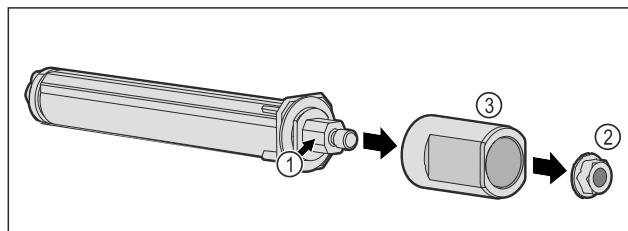

Fig. 54
- Не разглобявайте затварящата система на вратата Fig. 54 (1).
- Отстранете гайката Fig. 54 (2).
- Свалете втулката Fig. 54 (3).